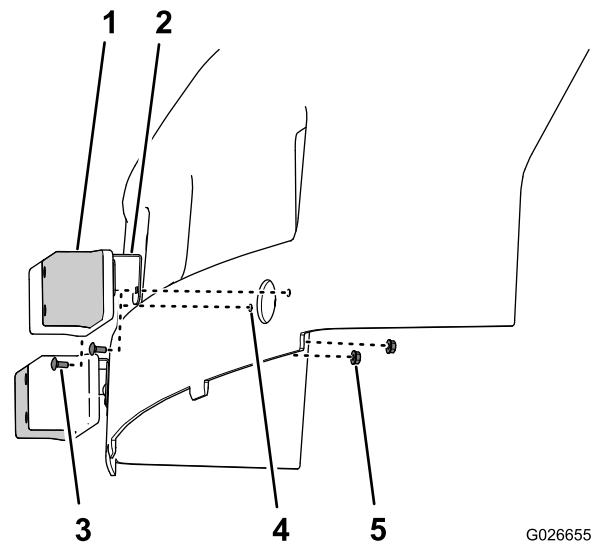

图6
4. 将支架和灯具中的孔与机罩中的孔对齐 图6。
5. 如图6所示使用托架螺栓#10 x 1/2 英寸和凸缘锁紧螺母#10将支架和灯固定到机罩上。